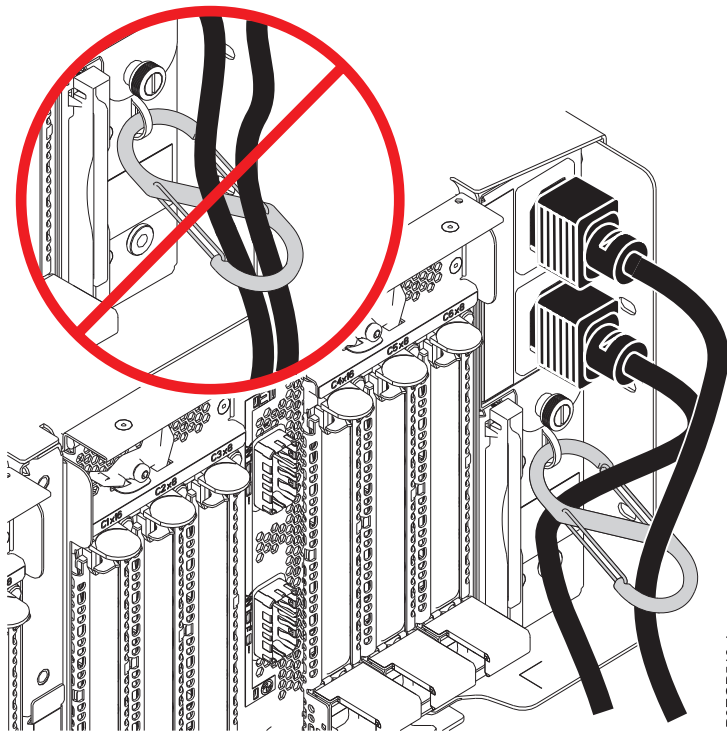

Figura 22. Cómo hacer pasar los cables de alimentación por el mosquetón y conectarlos a la fuente de alimentación
- b. Haga pasar los cables de alimentación por el mosquetón de forma que el módulo de despliegue de 6 ranuras PCIe3 o los módulos queden despejados. Consulte Figura 22.
- c. Conecte el otro extremo de los cables de alimentación a la fuente de alimentación en el cajón de expansión PCIe3 que está instalando. Consulte Figura 22.